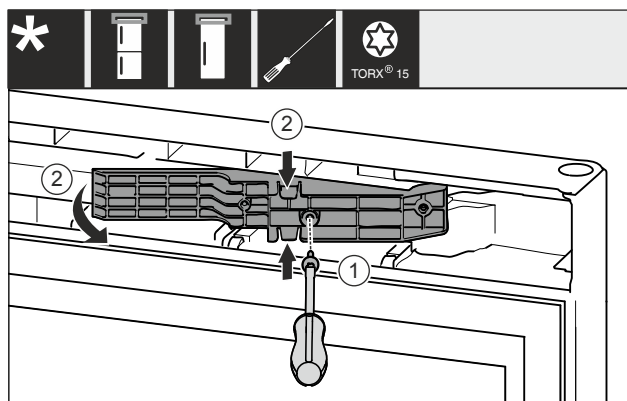

Fig. 12 *
- Šroubovákem T15 uvolněte šrouby. Fig. 12 (1)*
- Vytáhněte adaptér. Fig. 12 (2)*